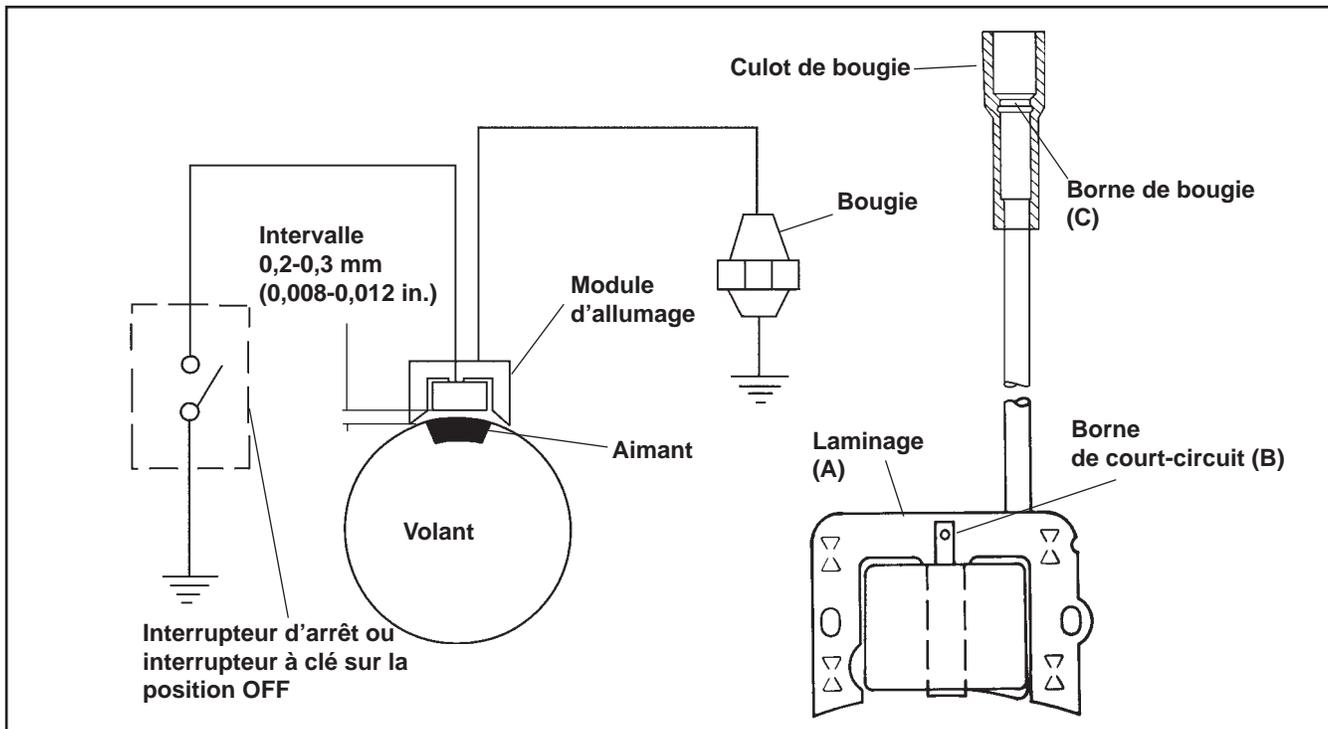

Figure 8-3. Système d'allumage magnéto-électronique, moteurs CH11-15.
4. Mesurer la résistance de l'enroulement secondaire du module à l'aide d'un ohmmètre (voir les figures 8-3 et 8-4) :  Connecter un câble de l'ohmmètre aux laminages (A). Connecter l'autre câble à la borne de la bougie du câble de haute tension (C). Une fois les câbles de l'ohmmètre connectés de cette manière, la résistance de l'enroulement secondaire doit être de 7900 à 18400 ohms .  REMARQUE : Ce test ne peut être effectué que si le module a été allumé au moins une fois.	4. Si la résistance est faible ou de 0 ohms , l'enroulement secondaire du module est court-circuité. Remplacer le module.  Si la résistance est élevée ou infini , l'enroulement secondaire du module est ouvert. Remplacer le module.  Si la résistance est comprise dans les valeurs indiquées, l'enroulement secondaire du module est en bon état.